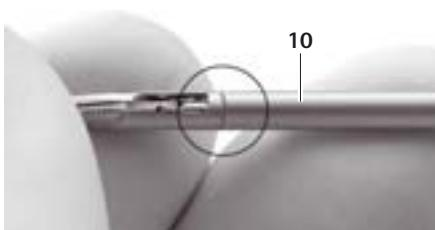

Abb. 7
- Sicherstellen, dass das Außenrohr **10** bis zum Anschlag über das Innenrohr **9** mit Arbeitseinsatz **7** geschoben ist, siehe Abb. 7.